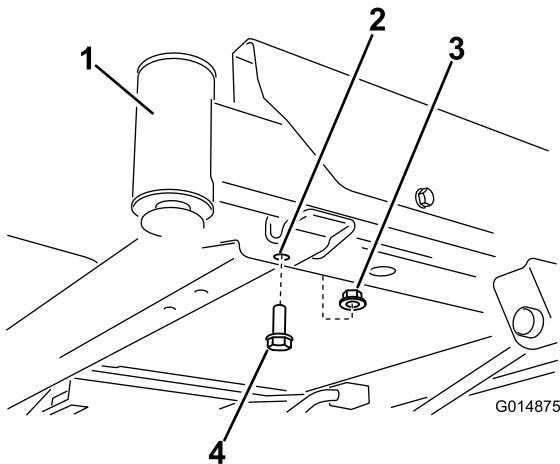
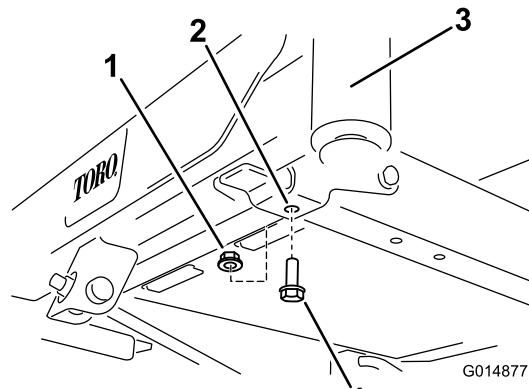

Figura 3
Figura 4
1. Individuate i bulloni anteriori sulla parte inferiore del telaio (Figura 3 e Figura 4). Rimuovete i due bulloni (3/8 x 1 poll.) e i due dadi di bloccaggio (3/8 poll.). Conservate i dadi di bloccaggio.